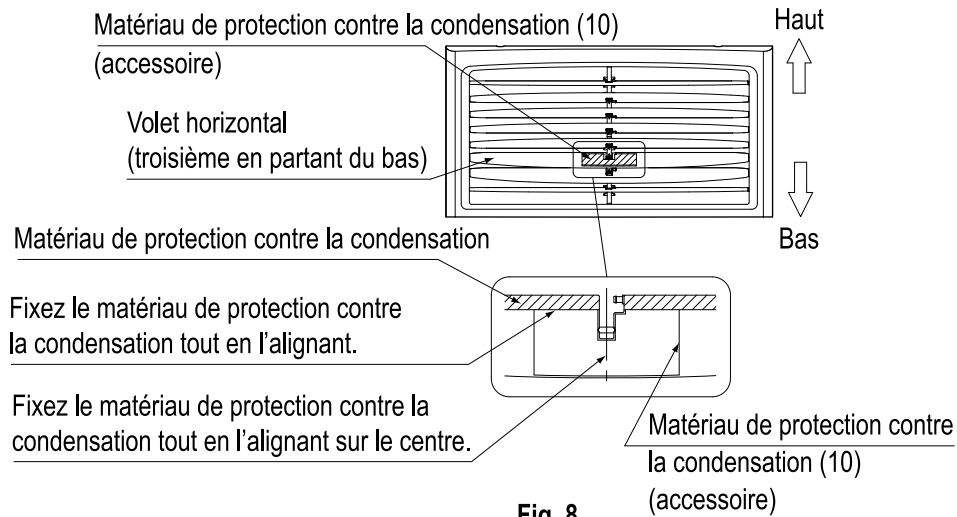

Fig. 8
- Pour faciliter le travail, réglez les 5 volets horizontaux supérieurs vers le haut et les 3 volets inférieurs vers le bas. Fixez ensuite le matériau de protection contre la condensation (10) sur le troisième volet horizontal en partant du bas, comme indiqué sur la fig. 8. Si le matériau n'est pas fixé au bon endroit, de l'eau de condensation peut suinter.